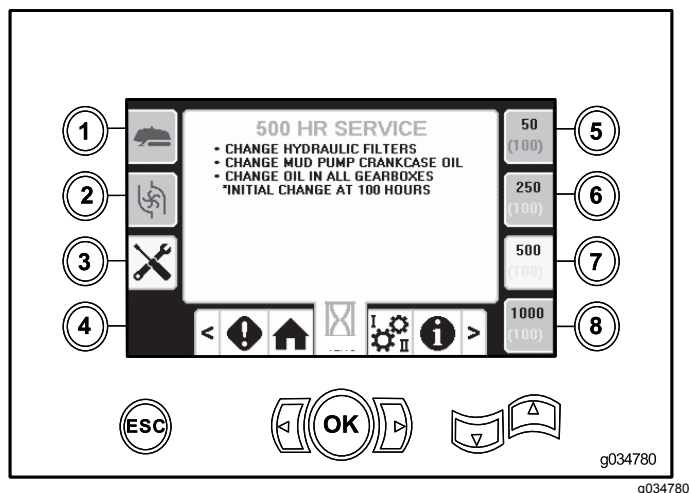

Figura 46
- Botão 7 – 500 horas (Figura 46)